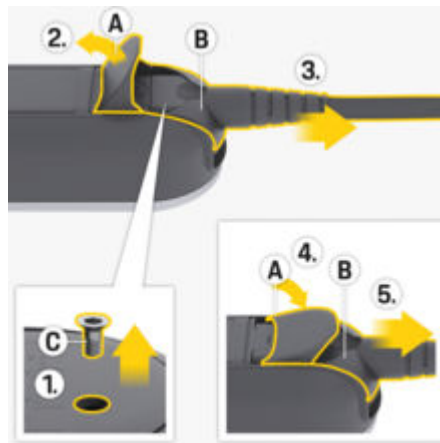

Рис. 103: Отсоединение сетевого кабеля
1. Выкрутите винт **С** (Рис. 103) с помощью подходящего инструмента.
2. Полностью откройте крышку **А** (Рис. 103).
3. Вытяните штекер **В** (Рис. 103) до первого сопротивления.
4. Закройте крышку **А** (Рис. 103) прим. до 15 градусов (крышка должна опираться на штекер **В** (Рис. 103)).
5. Полностью извлеките штекер **В** (Рис. 103).